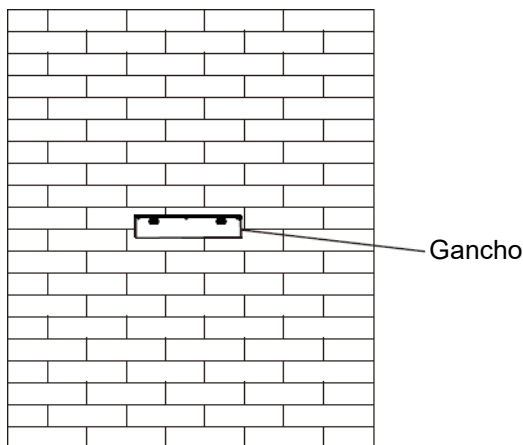

Ilustración 2
5. El exterior de la chimenea debe fijarse de tal manera que se pueda ajustar libremente en altura. (Ver ilustración 2)